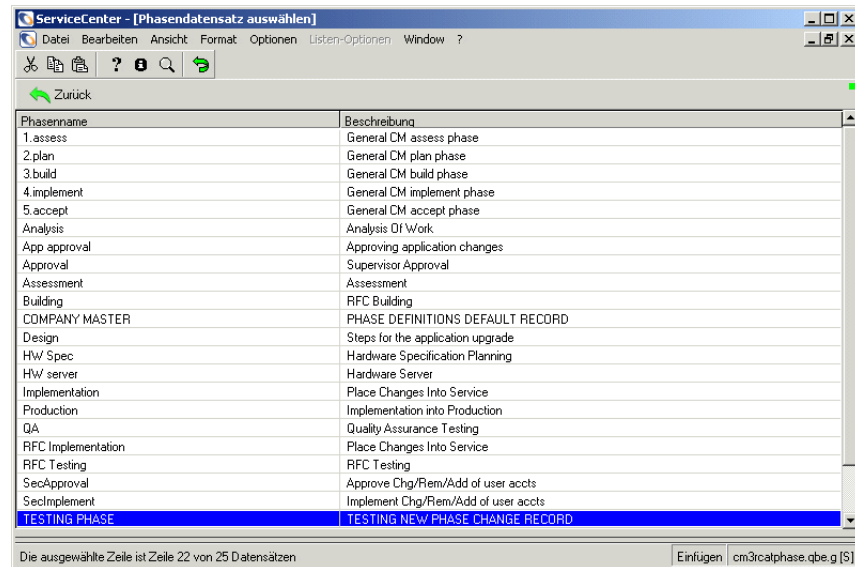

Abbildung 10-41: Einen Änderungsphasen-Datensatz auswählen
- 2 Klicken Sie auf **Suchen**, um eine wahre Suche (true) durchzuführen und eine Liste aller aktuellen Änderungsphasen-Datensätze abzurufen. Eine QBE-Liste der vorhandenen Änderungsphasen-Datensätze wird angezeigt (siehe Abbildung 10-41).